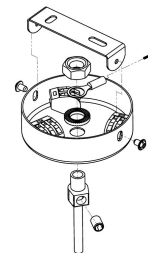

Рисунок 3
- Установите потолочную чашу для подвесного исполнения (Рисунок 3);